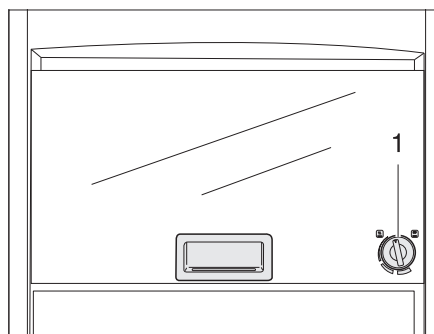

Fig. 217 Forno a gas (Dometic)
- Premere leggermente il pomello girevole (Fig. 217,1) e ruotarlo verso sinistra in una posizione a piacere.
- Ruotare il pomello girevole (Fig. 217,1) su "O". La fiamma si spegne.